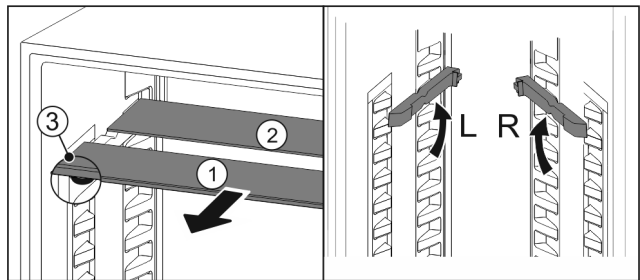

Fig. 26
- ▶ Glasplatten einzeln nach vorne herausziehen *Fig. 26 (1)*.
- ▷ Glasplatte *Fig. 26 (1)* mit Zierleiste liegt vorne.
- ▷ Stopps *Fig. 26 (3)* zeigen nach unten.